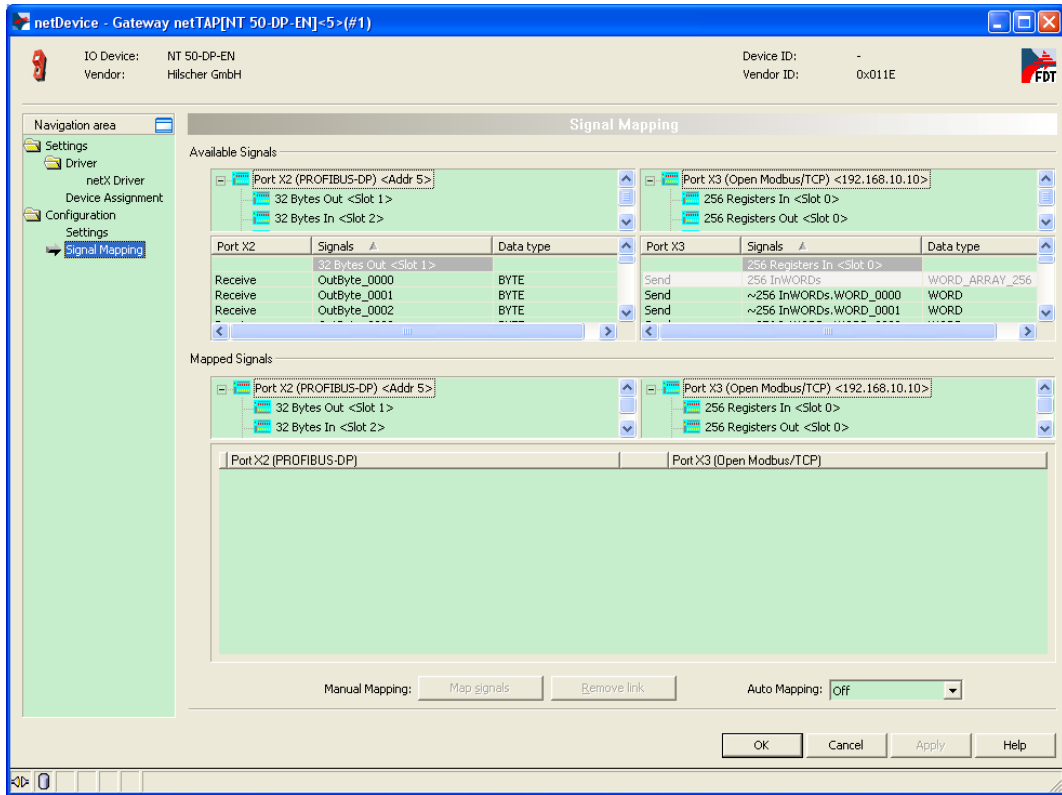

图 25
9) 再次双击网关 (或右击网关 · 选择 “Configuration” “Gateway”) · 弹出对话框 · 选择 “Signal Mapping” 项 · 进行数据映射 · 如图 25 所示。